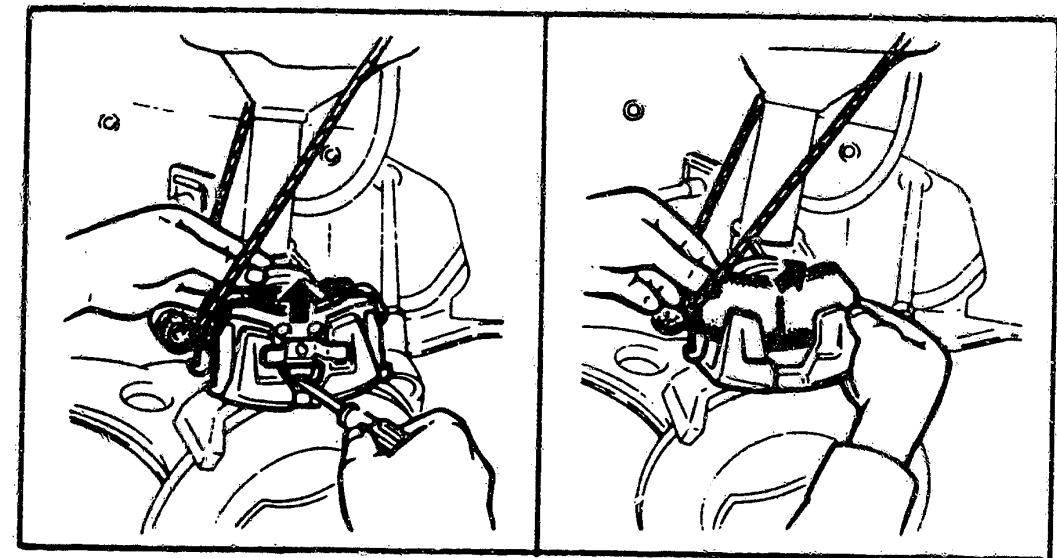

Bild 52 Für den Ausbau der Bremsklötze muss der Bremsattel abgebaut werden. Links ist der äussere und rechts der innere Bremsklotz zu sehen.
b) **Scheibenbremsen vorne:** Zum Ersetzen der Bremsklötze muss der Bremsattel weggeschraubt werden. Dieser wird dann am Federbein aufgehängt, worauf man die Bremsklötze, wie in Bild 52 gezeigt, demontieren kann.